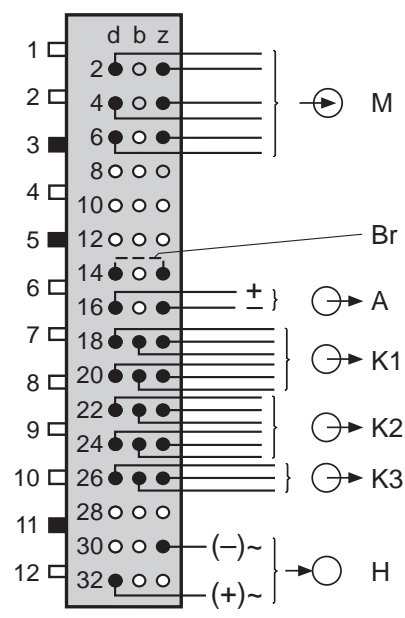

Bild 4. Steckerbelegung. Sicht auf die Rückseite des EURAX VC 603.
Kontaktausgang K3: **Relais 3** 1 potentialfreier Wechselkontakt (siehe Bild 4 und Tabelle 7). Wirkungsrichtung programmierbar Relais im Störfall «angezogen» oder «abgefallen». Wenn nicht gewünscht, «Relais inaktiv» programmieren!
Kontaktausgang K1: **Relais 1** 2 potentialfreie Wechselkontakte (siehe Bild 4 und Tabelle 7)
Kontaktausgang K2: **Relais 2** 2 potentialfreie Wechselkontakte (siehe Bild 4 und Tabelle 7)
Kontaktausgang K3: **Relais 3** 1 potentialfreier Wechselkontakt (siehe Bild 4 und Tabelle 7) K3 steht nur zur Verfügung, sofern er **nicht** für die Fühlerbruch-Überwachung benötigt wird (siehe Abschnitt «Fühlerbruch-Überwachung»). Das trifft zu bei ...
... dass die Daten, die zur Lösung der Messaufgabe erforderlich sind, mit denen auf dem Typenschild des EURAX VC 603 übereinstimmen (→ Messeingang M, → Messausgang A, → Hilfsenergie H und → Kontaktausgänge K1, K2, K3, siehe Bild 4)!
- Legende zu Bild 4:
Ausgangsleitungen des Messausgangs A an die Stifte 16d (+) und 16z (-) nach Bild 4 anschliessen.
Hilfsenergieleitungen an die Stifte 32d (±) und 30z (=) nach Bild 4 anschliessen.
Kontaktausgangs-Leitungen nach Bild 4 und Tabelle 7 anschliessen.